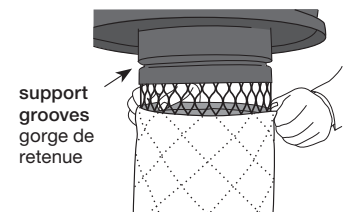

figure 16
3. Carefully install the filter in the support grooves (**figure 16**) on the filter frame to ensure adequate protection of the motor.
S'assurer que le filtre soit bien installé dans la gorge de retenue du support à filtre (**figure 16**), pour assurer une protection adéquate du moteur.